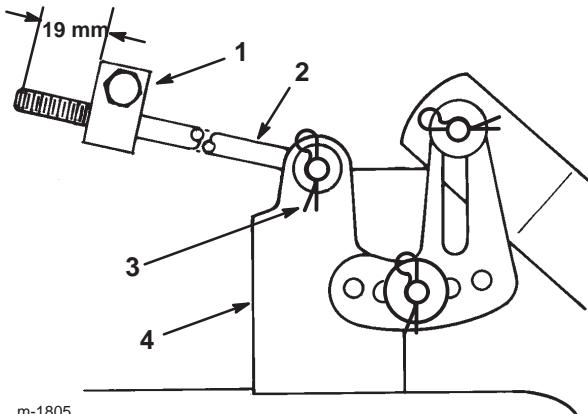

Bild 45
- 11.** Messen Sie die Länge der Stange, die vorne aus dem Einstellblock an den Seiten des Rahmens heraussteht (Bild 45). Entfernen Sie, wenn die Länge der Stange nicht 19 mm beträgt, den Splint und die Scheibe vom Ende der Stange (Bild 45) und drehen Sie die Stange, bis die Länge von 19 mm erreicht ist.